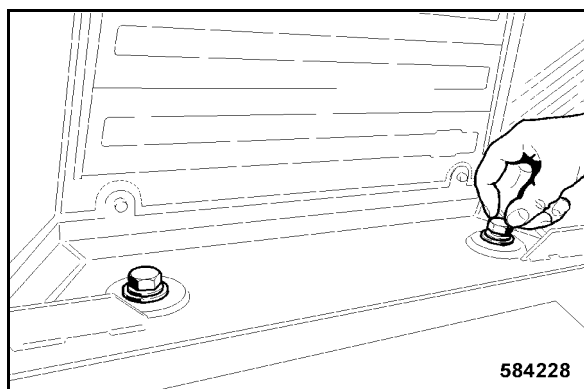

Fig. 214
- Dévisser à nouveau les deux vis de fixation (Fig. 214) dans la partie arrière de la cabine.
- Serrer les deux vis de fixation (Fig. 214) dans la partie arrière de la cabine à un couple de 578 Nm.